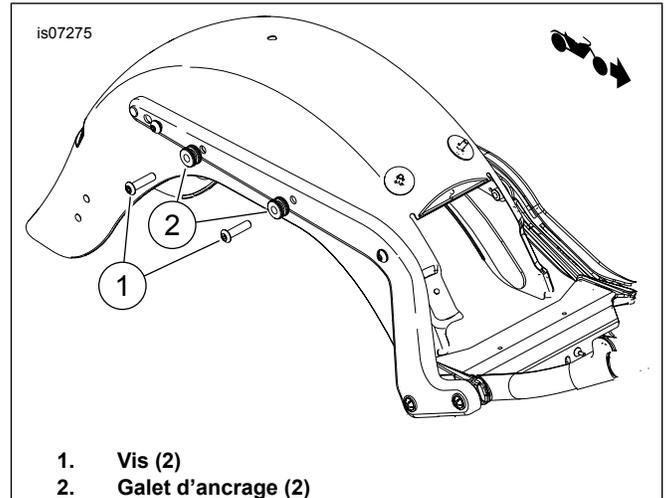

Figure 3. Installation des galets d'ancrage (sans les autres accessoires amovibles)
Sans autre accessoire amovible : Voir Figure 3. Introduire les vis (1) dans les galets d'ancrage mini (2). Installer les vis dans le support de montage de garde-boue (à l'intérieur du garde-boue). Serrer les vis 28–36 N·m (21–27 ft-lbs).